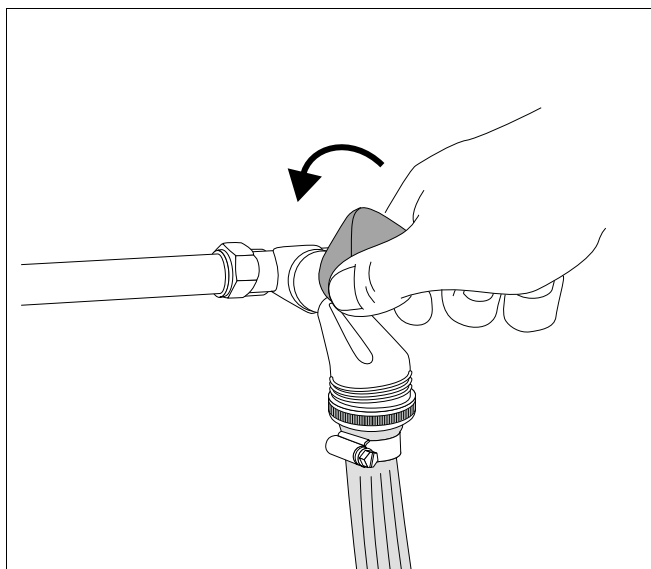

Fig. 67 Deschideți robinetul de apă și umpleți instalația de încălzire
- Deschideți cu atenție robinetul de apă și umpleți încet instalația de încălzire (fig. 67).